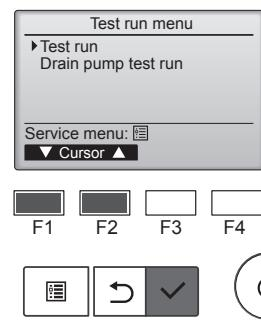

Fig. 8-2
- Test çalışma menüsünden "Test run" (Test çalışma) öğesini seçin ve [SEÇİM] düğmesine basın. (Fig. 8-2)